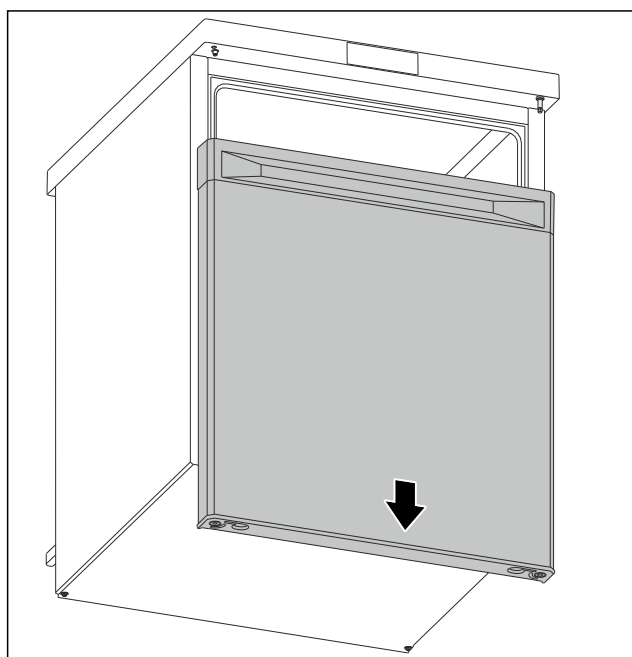

Fig. 6
- Rimuovere la porta verso il basso. (vedere Fig. 6)